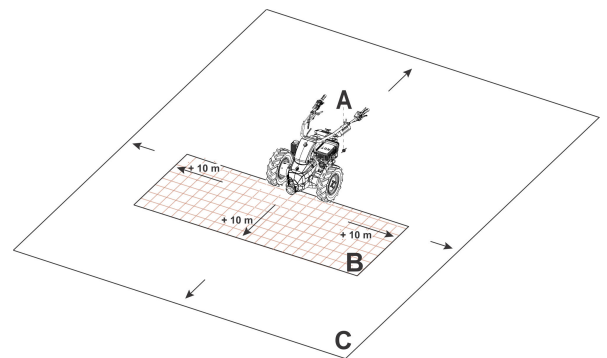

Abb. 29: Gefahrenbereiche
- Der Arbeitsbereich befindet sich am Bedienholm (Abb. 29/A).
- Der Gefahrenbereich (Abb. 29/B) wird ab der Radachse bzw. Achsmitte aus seitlich oder in Fahrtrichtung definiert:
In Hanglagen mit über 40 % Neigung kann die Maschine abrutschen oder umstürzen, wodurch sich der Gefahrenbereich um den Absturzbereich C (Abb. 29) erweitert.